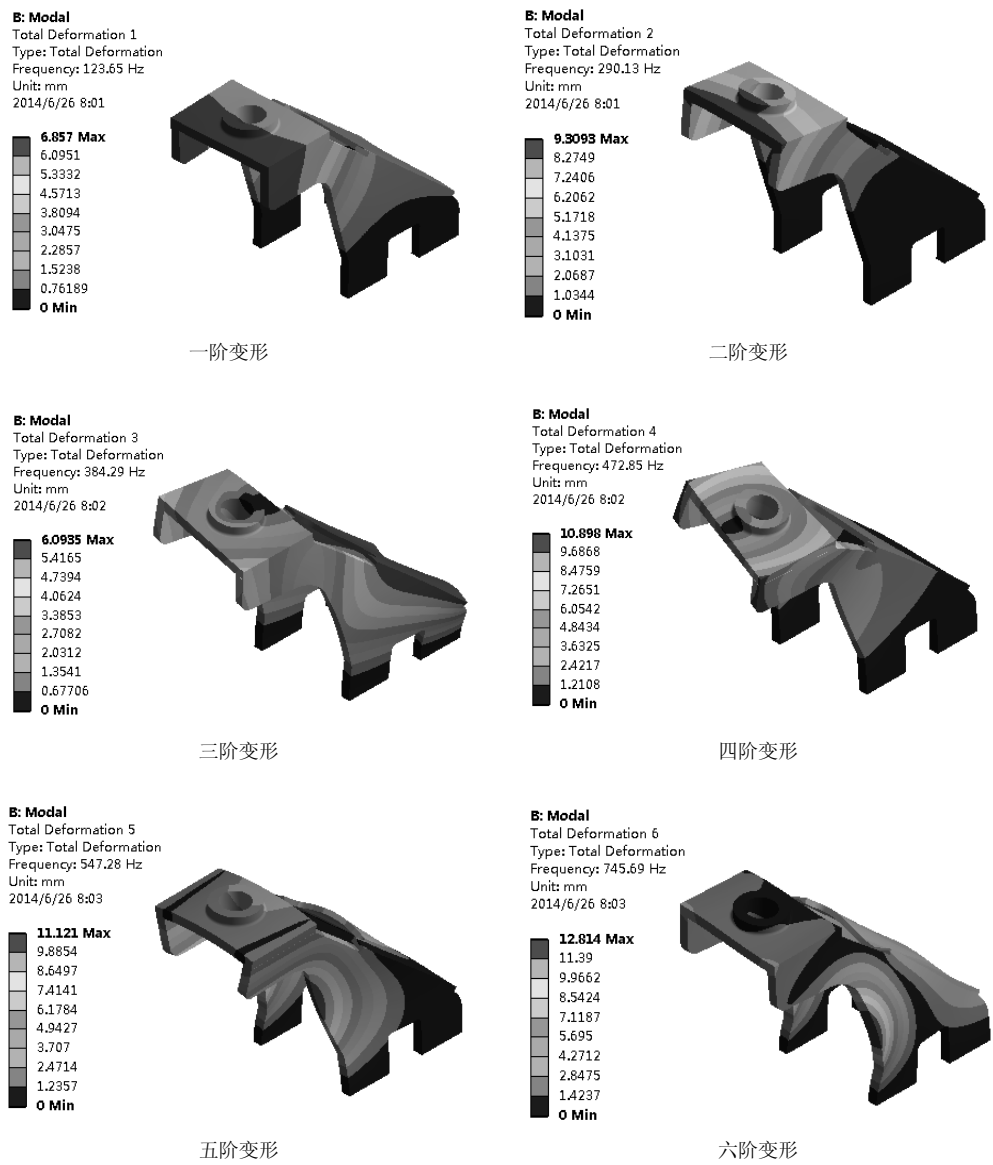

图 6-55 各阶模态振型
2) 在【Outline (分析树)】中选择【Solution (B6)】节点，单击其下的【Total Deformation】项，在图形窗口显示出一阶振型。采用相同的方法可以观察其他各阶模态的分析结果，如图 6-55 所示。